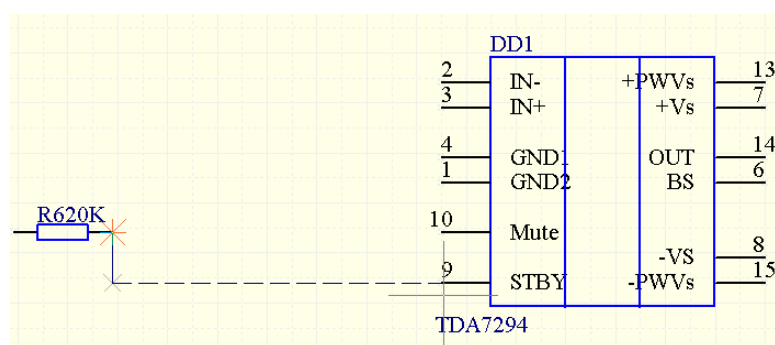
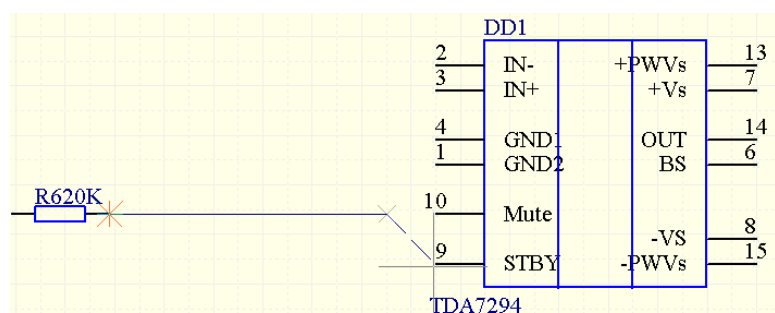
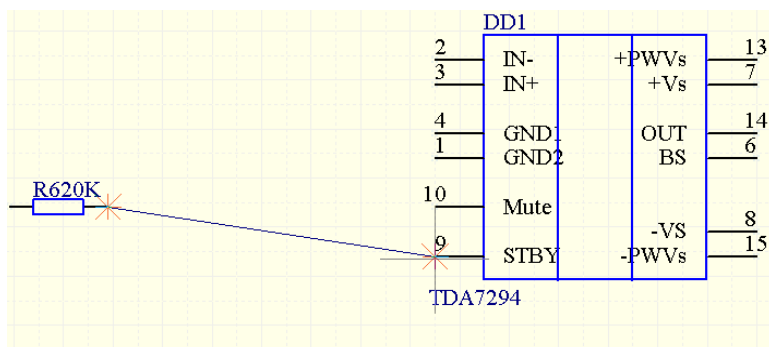

Рисунок 21 – Прорисовка связей.
Рисунок 22 – Прорисовка связей
Рисунок 23 – Прорисовка связей
5. Сдвинем указатель мыши вправо и расположим его рядом выходом 9 микросхемы DD1. В случае, если вывод будет находится в стороне от резистора, то линия станет пунктирной на отрезке излома и до вывода. Она будет показывать, каким образом должна быть проведена линия до вывода (рисунок 21).
клавиши Spacebar. Информацию о доступных в режиме прорисовки горячих клавишах можно получить, нажав клавишу F1. На рисунках 21,22,23 приведены примеры различных режимов рисования: ортогонального (рисунок 21), под углом 45 градусов (рисунок 22) и под произвольным углом (рисунок 23).